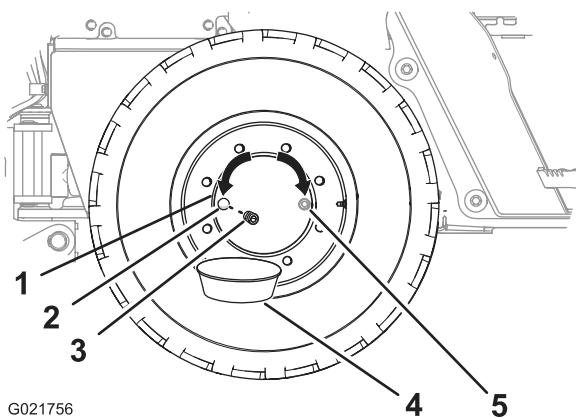

Рисунок 64
2. Переместите машину вперед или назад так, чтобы пробка ступицы колеса находилась в положении на «3 часа» или «9 часов» (Рисунок 64).
4. Подставьте сливной поддон под сливное отверстие ступицы колеса (Рисунок 64).
5. Отверните пробку ступицы колеса (Рисунок 64).
6. Убедитесь в том, что масло находится на уровне нижней части резьбы маслозаливного отверстия (Рисунок 64).
8. Заверните пробку в маслозаливное отверстие ступицы колеса (Рисунок 64).